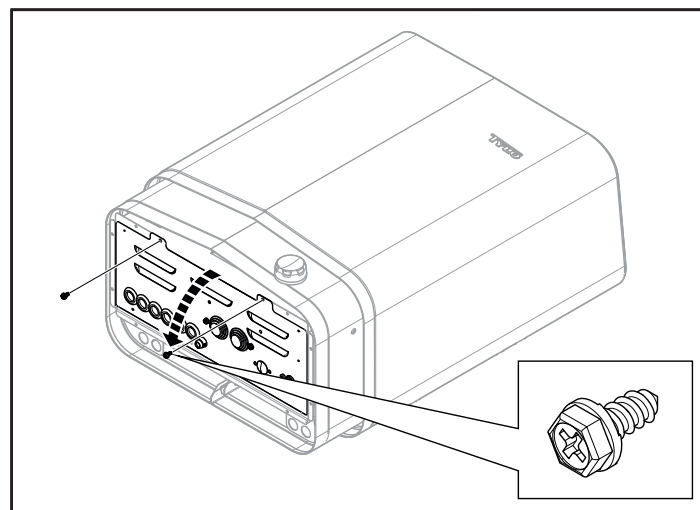

Рисунок 8: Открытие/заккрытие крышки
2. Открутите винты и откройте крышку (см. Рисунок 8).
7. Закройте крышку и затяните винты (см. Рисунок 8).